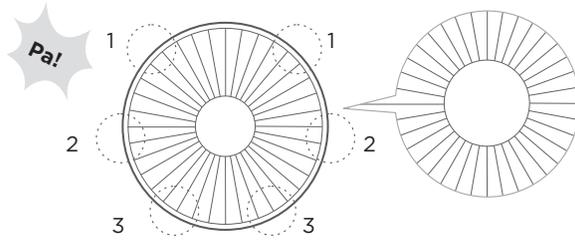

Fig.9
- 5 Presione la rejilla con ambas manos en secuencia y, cuando esté instalada, oirá un clic. (Fig. 9)